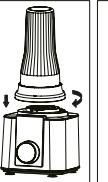
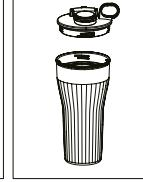

Рис. 7
Рис. 10
- Вставьте собранный шейкер в корпус прибора с моторным блоком (4), проверните его по часовой стрелке (рис. 7).
- Также вы можете не перекладывать содержимое в емкость, а взять шейкер с собой. Для этого используйте крышку шейкера (10) (рис. 10, 11).
- Включите питание, поверните переключатель по часовой стрелке, чтобы на дисплее переключателя загорелся индикатор ON и выберите программу «СМУЗИ» на панели управления (5), чтобы начать работу.
- Также вы можете не переливать содержимое в емкость, а взять шейкер с собой. Для этого используйте крышку шейкера (10) (рис. 10, 11).